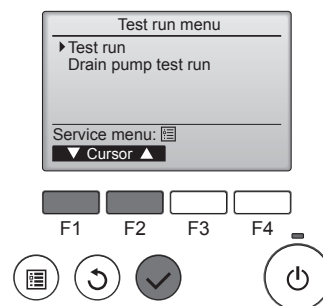

Fig. 7-2
- 2 Επιλέξτε "Test run" (Εκτέλεση ελέγχου) από το Test run menu (μενού "Εκτέλεση ελέγχου") και πατήστε το κουμπί [ΕΠΙΛΟΓΗ]. (Fig. 7-2)